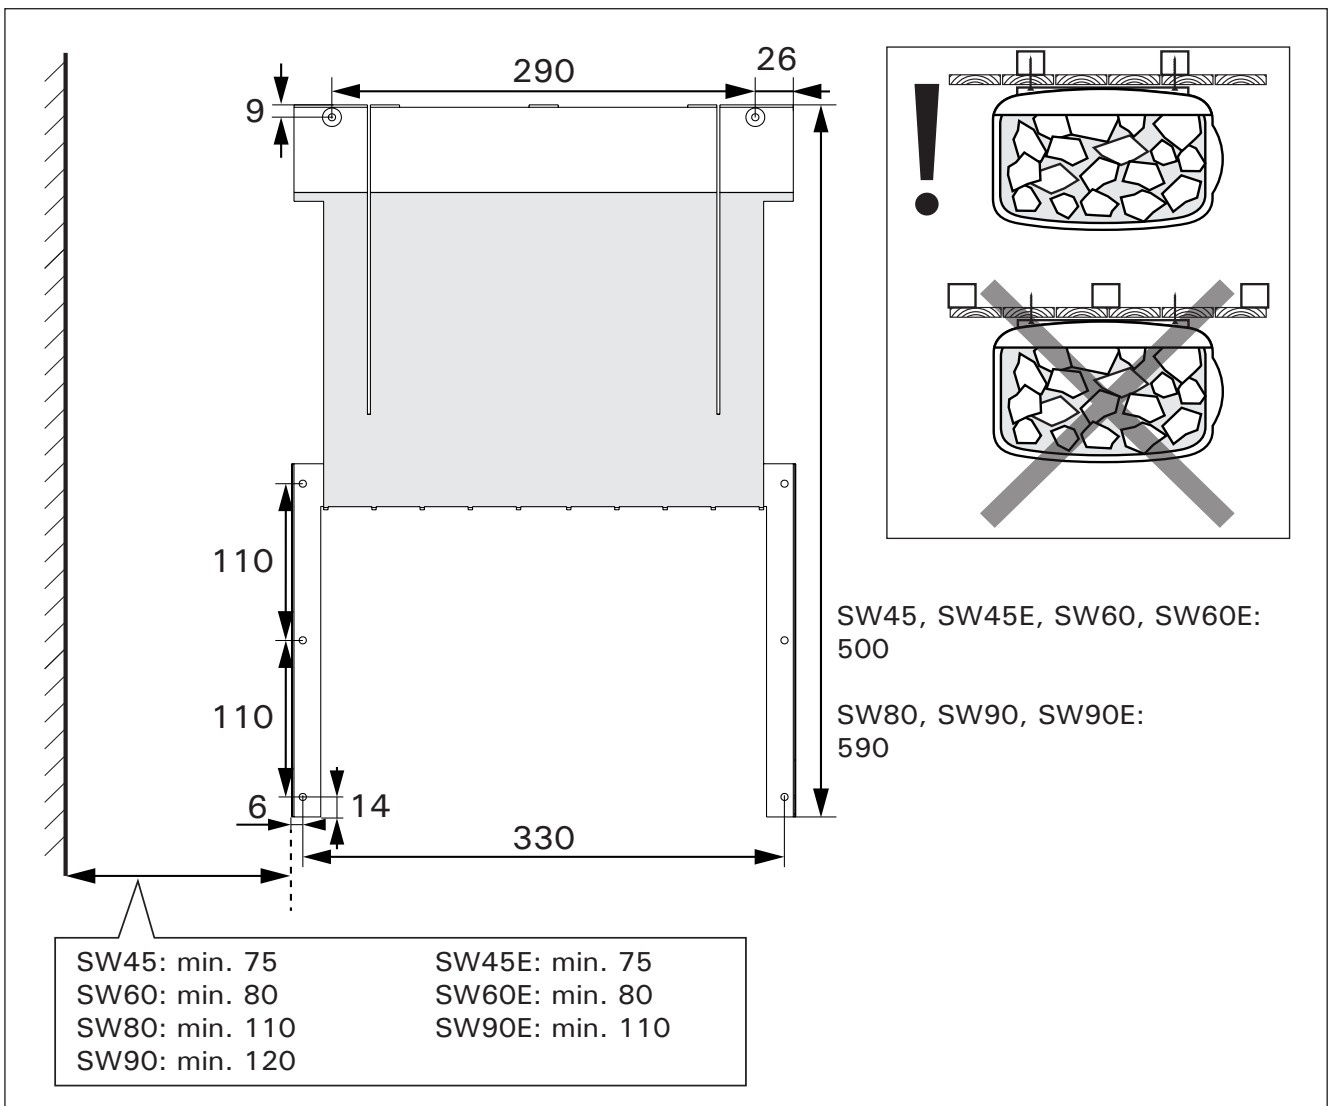
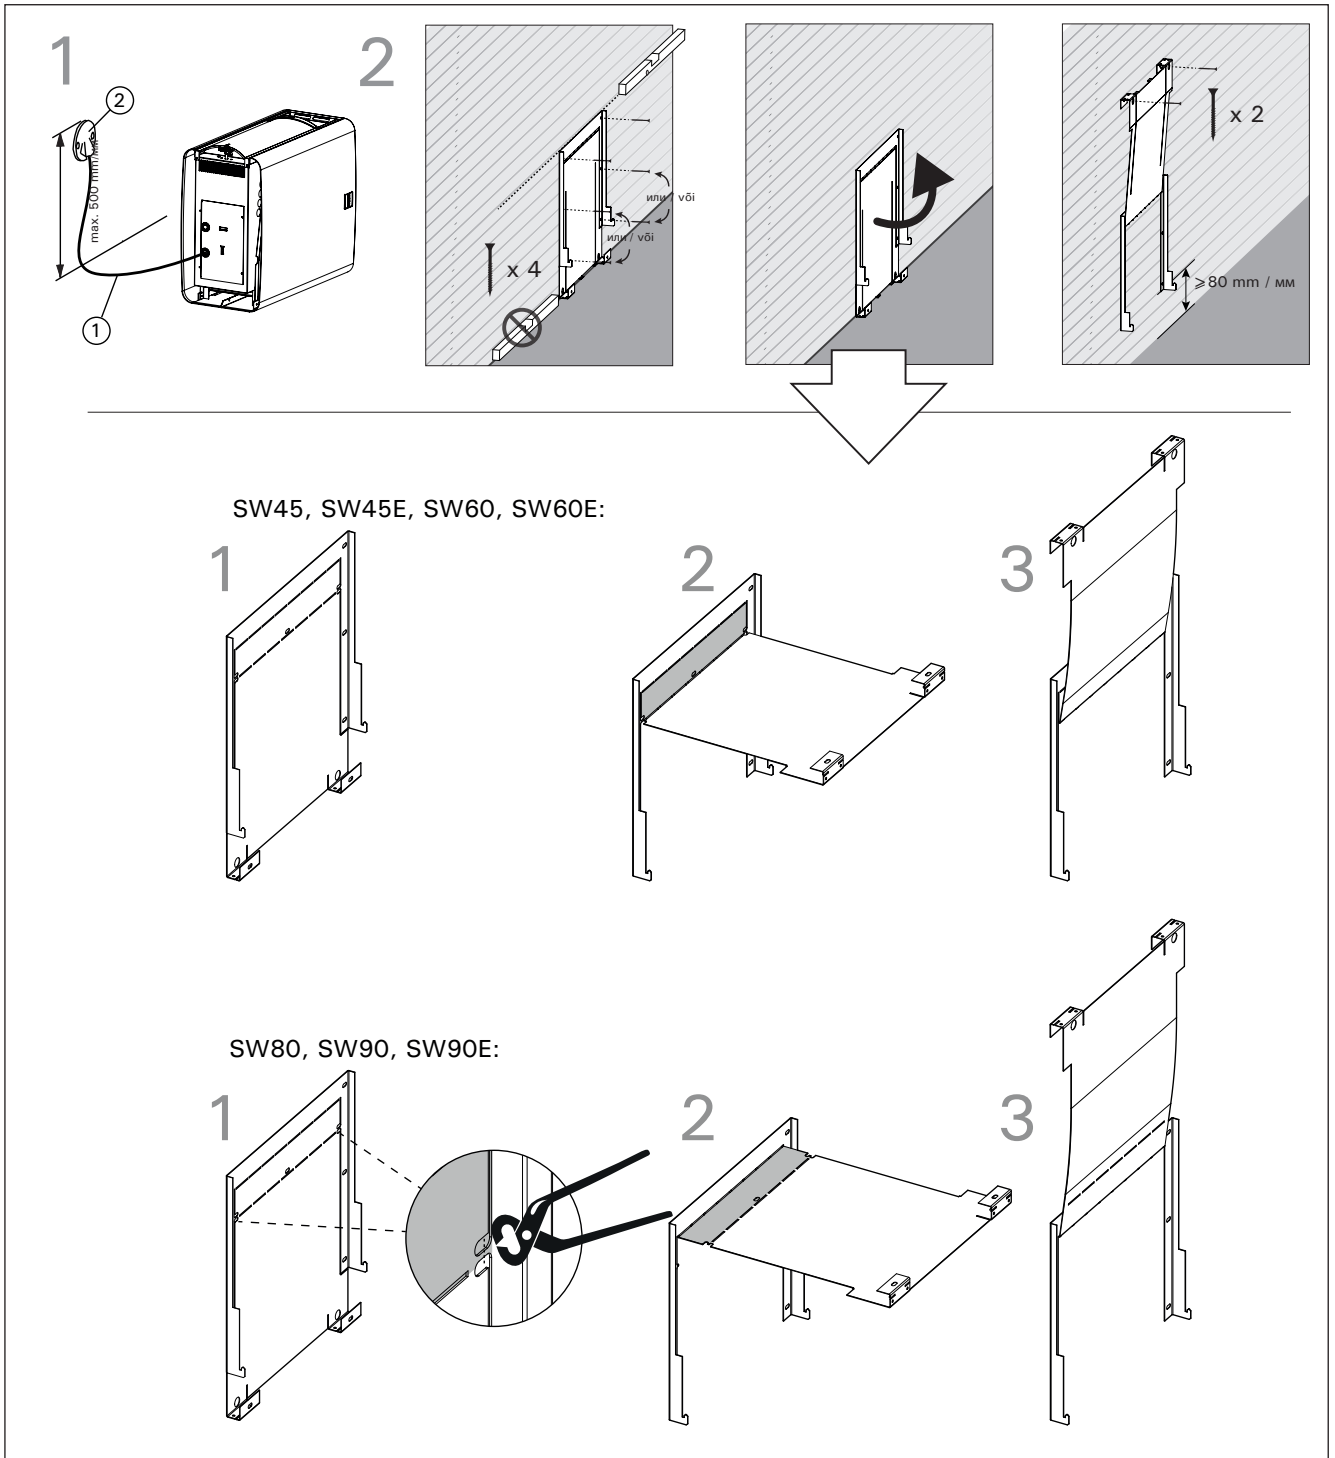

Рисунок 7. Настенный кронштейн, размеры в миллиметрах
Рисунок 8. Крепление настенного кронштейна
- Каменка подключается гибким кабелем к соединительной коробке на стене (рисунок 7:2). Корпус розетки должен быть водонепроницаемым. Расстояние от пола не должно превышать 500 мм.
- В качестве сетевого кабеля (рисунок 7:1) следует использовать резиновый кабель типа H07RN-F или другой соответствующий ему кабель. **ВНИМАНИЕ! Использование кабеля с изоляцией из ПВХ в качестве сетевого кабеля для каменки запрещено по причине недостаточной температурной стойкости.**
- Установите датчик на стену сауны, как показано на рис. 8. При установке каменки от стены далее, чем 100 мм, датчик должен быть установлен на потолке.
1. Подключите кабель питания к каменке (рисунок 8:1).
2. Закрепите настенный кронштейн к стене в горизонтальном положении при помощи подходящих крепежных материалов. Убедитесь, что каменка держится не только на обшивочной доске (рисунок 7). При установке учитывайте наклон пола (рисунок 8:2). Настенный кронштейн устанавливается автоматически на безопасную высоту не менее 80 миллиметров.